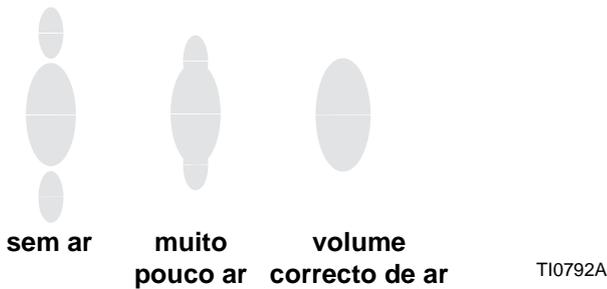

FIG. 8. Problemas do Leque de Pulverização
2. Consulte a FIG. 8. Regule a pressão do ar de atomização para cerca de 5 psi (0,35 bar, 35 kPa) depois de accionar a pistola. Verifique o leque de pulverização e, de seguida, aumente ligeiramente a pressão do ar até o fluxo ficar totalmente atomizado e empurrado para o leque de pulverização. Não exceda a pressão do ar de 100 psi (0,7 Mpa, 7 bar) para a pistola.